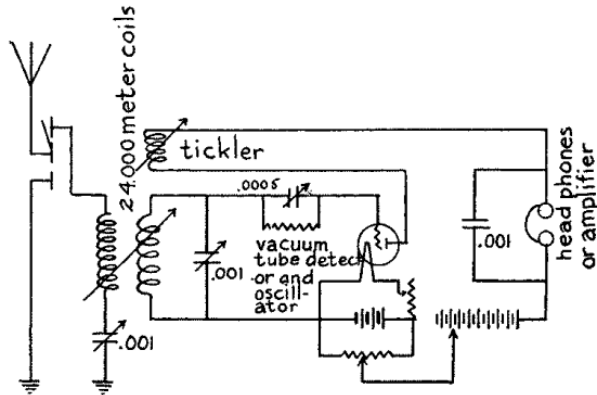

Fig. 60 – Diagrama de alambrado del receptor autodino de onda larga
reostato; (8) una batería B; (9) un potenciómetro; (10) un condensador fijo de 0.001 mfd. y (11) un par de auriculares. Para el amplificador de dos etapas se han de añadir los tubos amplificadores, condensadores variables, baterías, reostatos, potenciómetros y condensadores fijos indicados en el Capítulo IX. En la Fig. 60 se indican las conexiones para el receptor *autodino* o *auto heterodino*.